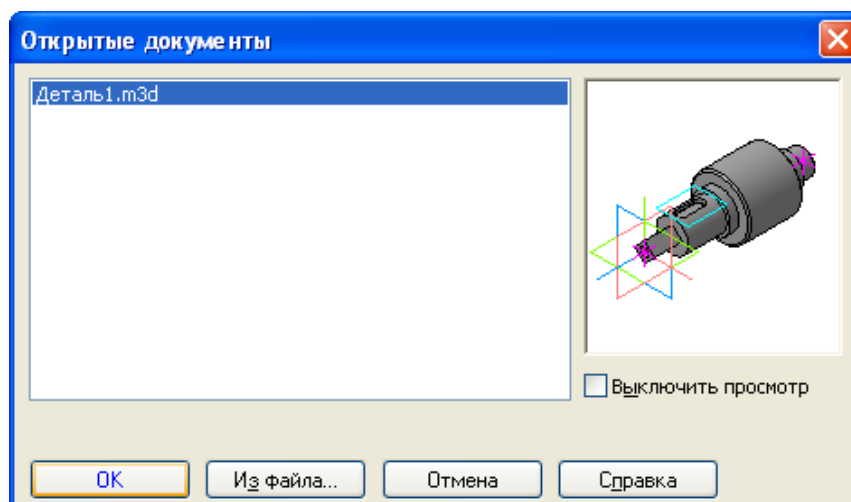

Рис. 3.
7. В открывшемся окне выберите файл с моделью, для которой будет создан ассоциативный чертеж (рис. 3). Нажмите ОК.